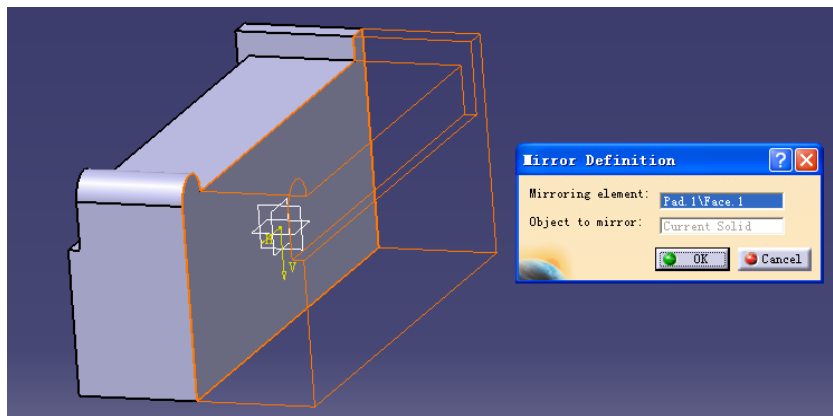

图 3-99
(3) 选择  后，深度设为 5mm。选择背而后，再点击  键，然后点击 OK 键（见图 3-99）。